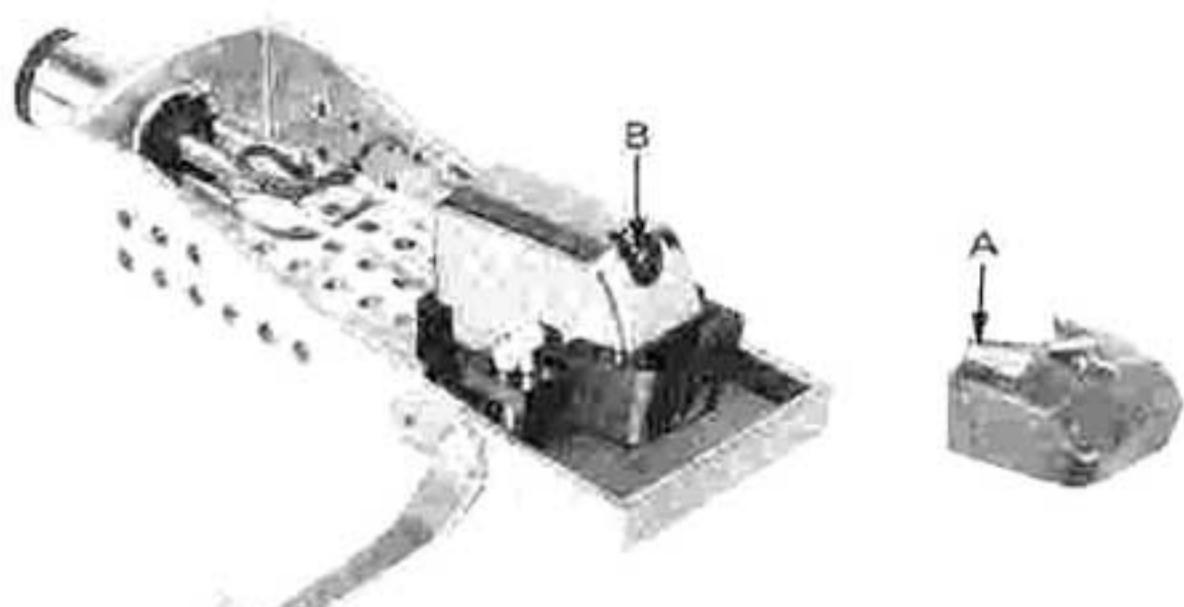

Fig. 11 Abb. 11
- **Stylus replacement (Fig. 11)**
### • Auswechseln der abtastnadel (Abb. 11)
### • Remplacement de la pointe de lecture (Fig. 11)